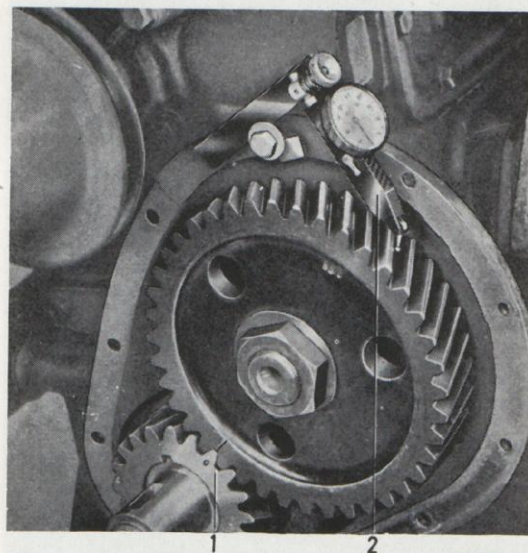

Bild 24. Mätning av flankspel.
4. Tag bort transmissionskåpan. Kontrollera kugghjulens märkning och flankspelet, se bild 24. Mätvärden se specifikationen.